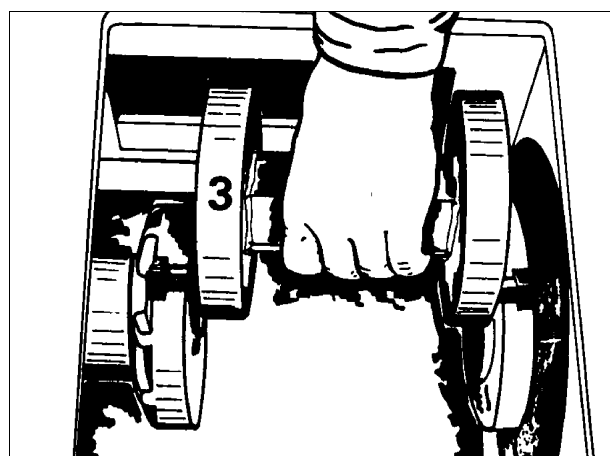

Fig. 3
- Retirar la pieza distanciadora (Fig. 3).
- Acoplar la brida del vástago de émbolo 1 y la brida del émbolo impulsor 2 tal y como se lo muestra en la Fig. 3 usando un tornillo y una tuerca apropiados (Fig. 1).